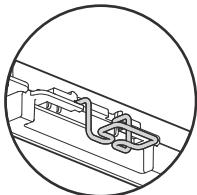

Fig. 6-5
6.4.1. Preparaciones (Fig. 6-5)